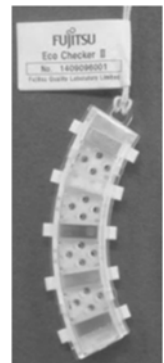

図1
- 添付の記入用シールに設置場所と取付日を記入後、図1のようにひもに取り付けて下さい。